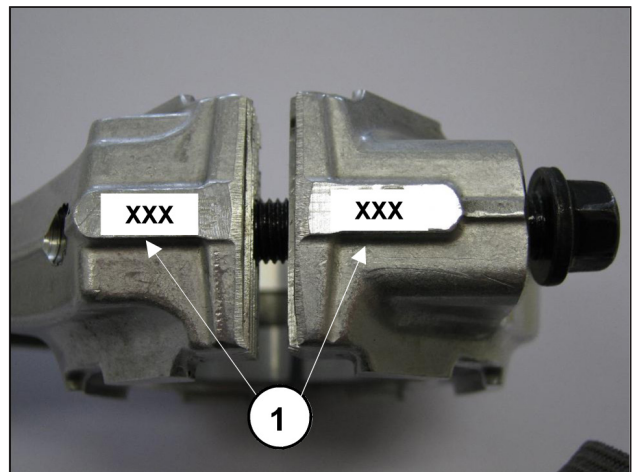

Abb. 9
- Paaren Sie die Pleueldeckel unter Berücksichtigung der Nummerierung mit den zugehörigen Schäften (Abb. 9, Pos. ①).